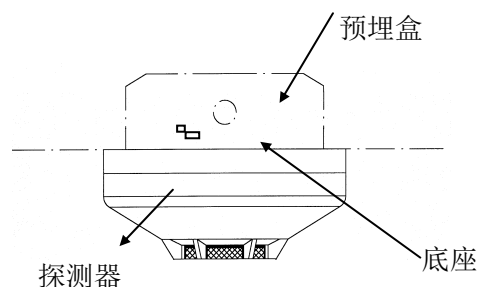

图 1、预埋盒/底座及探测器配
探测器必须按照所选定的底座进行安装及接线，预埋盒孔距为 60mm（见图 1）。
- 2、将探测器放在安装底座上，并顺时针旋转，直至它锁定到位。（一定要安装到位，即探测器与底座边缘缺口相对,位置如图 1 所示）